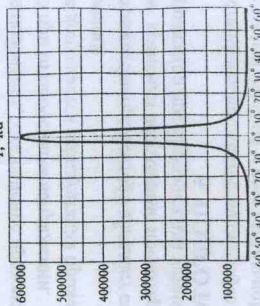

Рис.2
2.1. Распределение силы света прожекторов показано на рис.2.